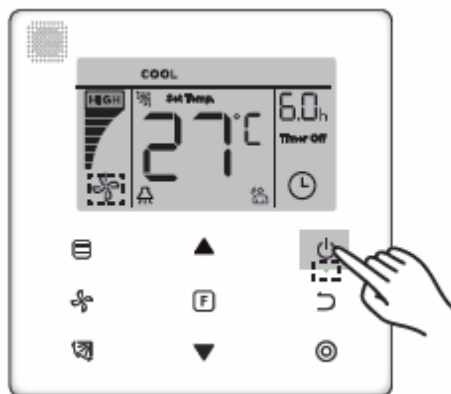

Figura 6.1
- 1) Apasati butonul  (ON/OFF), si indicatorul de functionare "  " de pe controller se va aprinde, in timp ce iconita ON/OFF "  " a unitatii interne se va roti pentru a indica faptul ca unitatea interna a inceput sa functioneze. (consultati Figura 6.1)